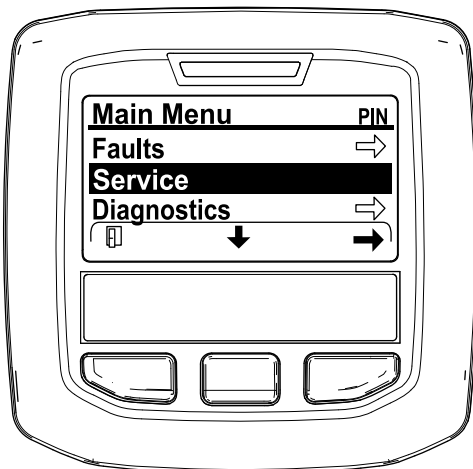

Figure 26
2. Naviguez jusqu'au MENU PRINCIPAL, appuyez sur le bouton central pour parcourir le menu MENU ENTRETIEN, et appuyez sur le bouton droit pour sélectionner l'option ENTRETIEN (Figure 26).